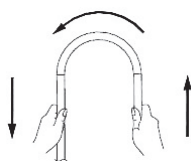

図 1
- (1) 湾曲部、先端部を含む挿入部全長の外表面に亀裂、へこみ、膨らみ、エッジ、キズ、内部からの金属線の突き出し、突起、たるみ、変形、折れ曲がり、異物の付着、部品の脱落などの異常がないことを確認すること。
- (2) ビデオ内視鏡画像が曇って見えるような現象がないこと。
- (3) ビデオ内視鏡先端部の送気/送水ノズルに異常な突き出し、へこみ、脱落、変形などの異常がないことを確認すること。
- (4) 挿入部を両手で持ち、全長にわたって図1に示すように順次半円の頂点をずらすように曲げたときに、適切な軟らかさを有しており、軟らかさが不連続になっているなどの異常がないこと。